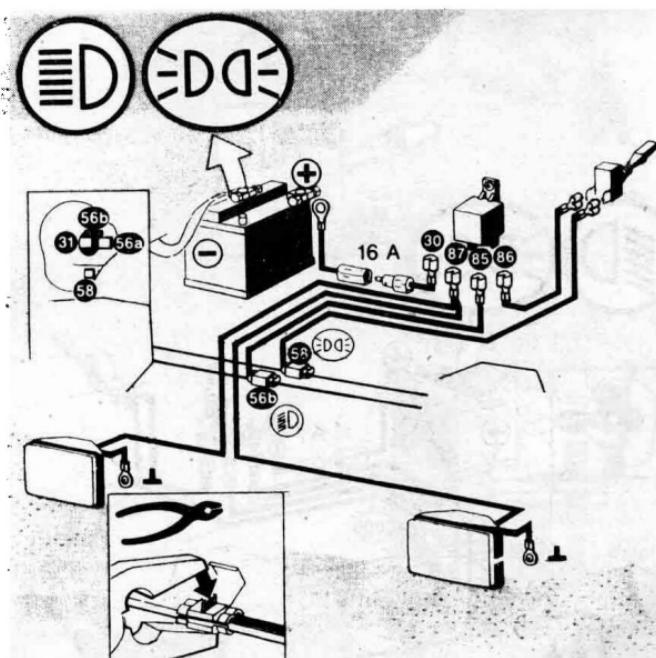

图 1—10
10. 如图 1—11 的接线法为开下方头灯或雾灯时，原来的近光灯也会亮，此种接法常用于照明有死角时以改进车前